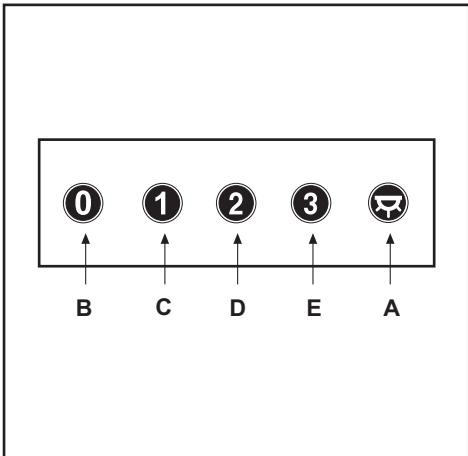

Fig.6
• **COMANDI:(Fig.6) MECCANICI** la simbologia è di seguito riportata: